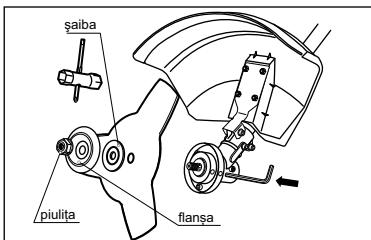

fig. 8
- Ținând tija de blocare cu mâna, strângăți piulița cu o cheie tubulară (în set), rotind-o în sens invers acelor de ceasornic (fig. 8).